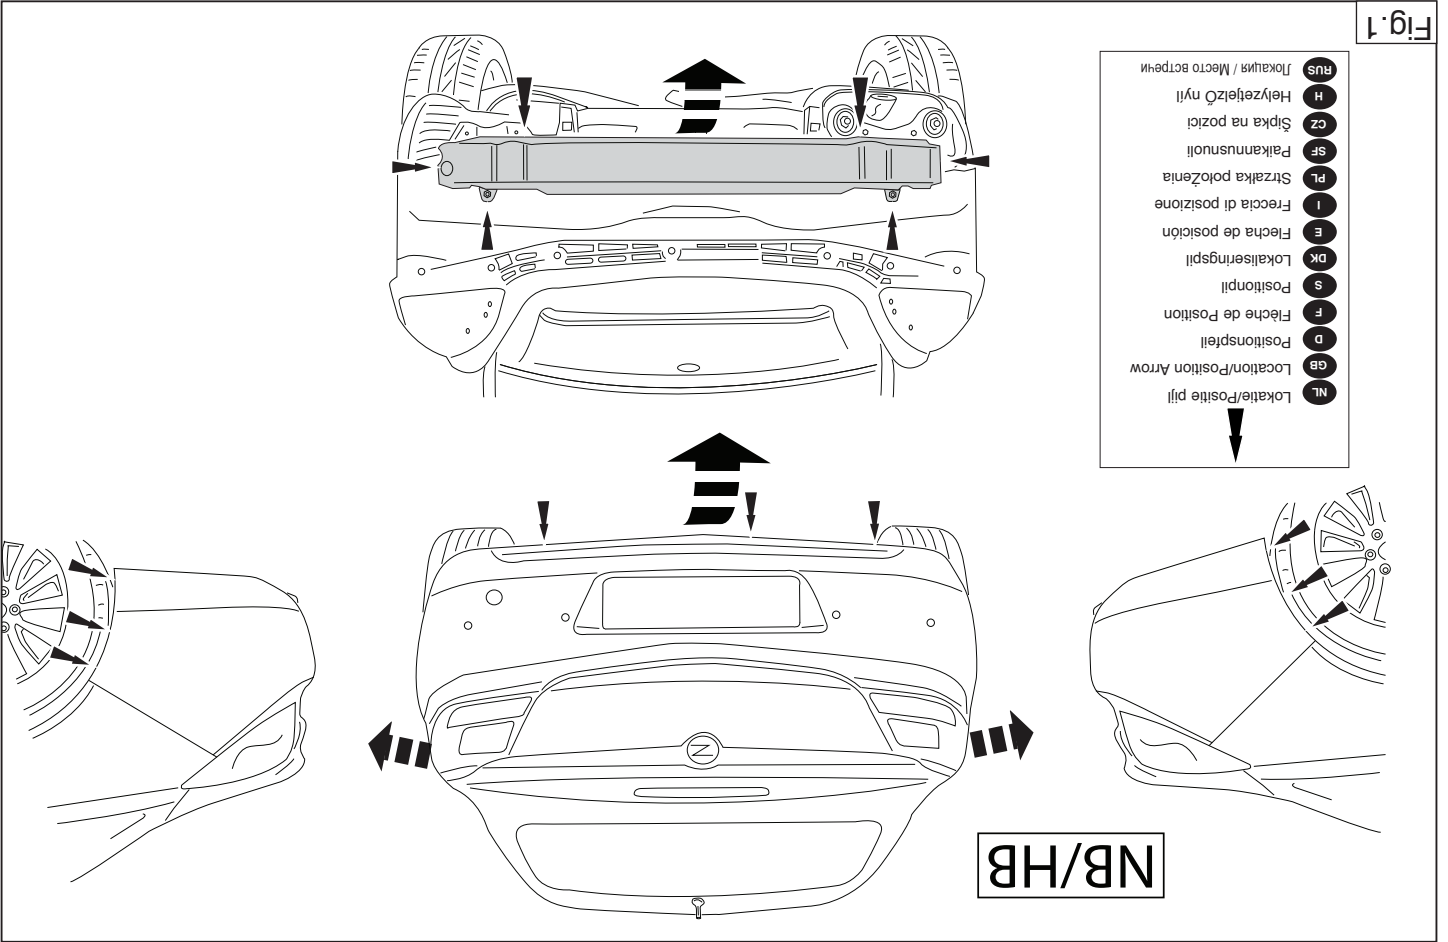

Fig. 1
2. Remove the bumper and the steel buffer beam from the vehicle. The buffer beam will no longer be needed. See figure 1 + 1a.
2. Die Stoßstange einschließlich des stählernen Stoßbalkens vom Fahrzeug abmontieren. Der Stoßbalken wird nicht mehr benötigt. Siehe Abbildung 1 + 1a .
2. Déposer le pare-chocs du véhicule y compris la traverse en acier la traverse ne sera plus utilisée. Voir la figure 1 + 1a.
2. Снять бампер вместе со стальным буферным брусом автомобиля буферный брус больше не понадобится. См. рисунок 1 + 1a .